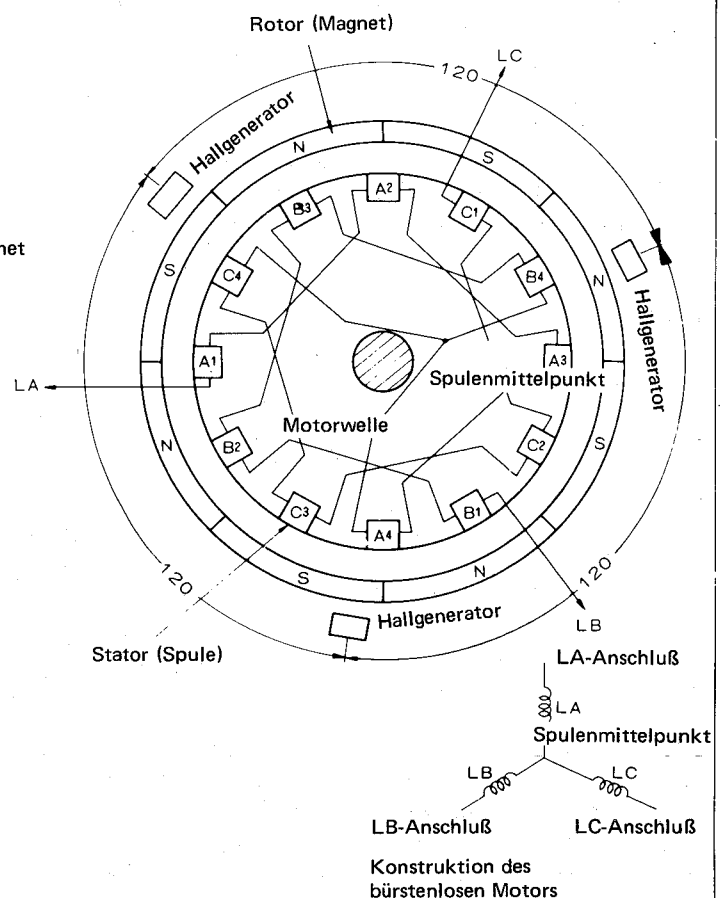
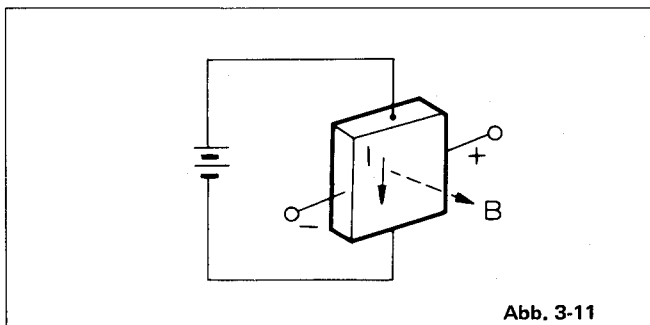

Abb. 3-10
Abb. 3-11
Während der Rotor eine Drehbewegung um 30° ausführt, wird Tr5 nichtleitend und Tr6 leitend. Das rotierende Magnetfeld des Stators hat jetzt eine Drehung um 60° durchgeführt und erscheint als (2). Der Rotor dreht daher in Pfeilrichtung zur Position (3). In dieser Weise wird die Schaltung der Transistoren und Rotation des Rotors fortgesetzt. Dies ist das Arbeitsprinzip des bürstenlosen Motors. Bei Verwendung als Direktantriebsmotor ist die Anzahl der Pole größer, um die Entstehung von Drehzahlabweichungen aufgrund von Drehmoment-schwankungen zu verhindern, desgleichen um die durch geringe Drehzahl verursachten Betriebsstörungen (Calking) zu beseitigen. Desgleichen werden Drehmoment und Trägheitskraft erhöht, um eine effektive und stabile Drehzahl zu produzieren. Hierzu wurde der äußere Rotor mit einem großen Durchmesser ausgelegt. Der verwendete bürstenlose Motor hat einen 3-Phasen, 4-Spulen, 8-Pol-Spulen Kern Außenläufer. (Siehe Abb. 3-10). Die Stellung des Rotors wird durch 3 Hallgeneratoren erfasst und ein IC (I704) schaltet den Motorspulenstrom dem Ausgang der Hallgeneratoren entsprechend, wodurch die Rotation geregelt wird. Hallgeneratoren sind Metall bzw. Halbleiter-Chips zu Erfassung magnetischer Felder. Wenn Magnetfeld B an einen Halbleiter angelegt wird, durch den der Strom I fließt (siehe Abb. 3-11) entsteht eine Spannung, deren Richtung sowohl zum Strom als auch zum Magnetfeld senkrecht ist. Die Spannung ist proportional zur Stärke des Magnetfelds B und die Richtung der Spannung wird durch die Richtung des magnetischen Feldes bestimmt. Dieses Phänomen bezeichnet man als Hall-Effekt, man nutzt es zur Erfassung der Rotorposition.